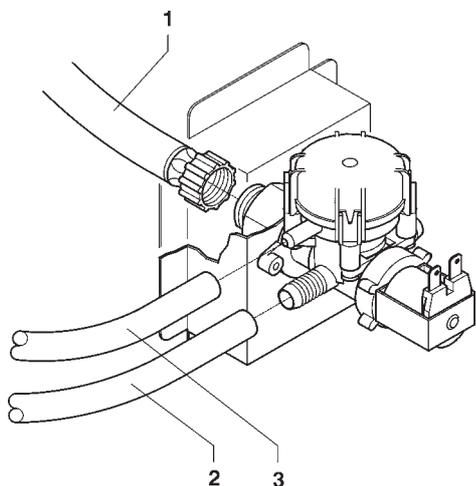

Fig. 13
Le distributeur doit être raccordé au réseau d'eau potable. La pression du réseau doit être comprise entre 5 et 85 N/cm2. Faire couler l'eau du réseau hydraulique jusqu'à ce qu'elle soit tout à fait claire et sans traces de salissures. Avec un tube approprié, à même de supporter la pression de réseau, et du type reconnu pour emploi alimentaire avec un diamètre interne d'au moins 6 mm, relier le réseau au raccord 3/4" gaz de l'électrovanne de l'arrivée d'eau (voir fig. 13).
L'électrovanne d'entrée de l'eau (voir fig. 13) est équipée d'un dispositif anti-débordement, qui bloque mécaniquement l'entrée d'eau lors d'une panne de l'électrovanne ou du mécanisme de contrôle du niveau d'eau dans la chaudière.
- dévisser l'écrou de fixation du tuyau d'alimentation de l'électrovanne pour décharger la pression résiduelle du réseau puis le resserrer (voir fig. 13) ;